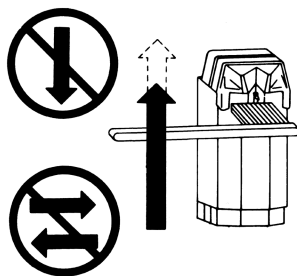

Figure 9. Clean Stylus
- Clean the stylus with the supplied cleaning brush. Important: brush from the back to the front only, as shown in Figure 9.
2. Die Abtastnadel mit der mitgelieferten Reinigungsbürste reinigen. Wichtig: Nur von hinten nach vorne bürsten. **Siehe Abbildung 9.**
2. Nettoyer la pointe de lecture avec la brosse fournie. Important : brosser d'arrière en avant uniquement. **Voir figure 9.**